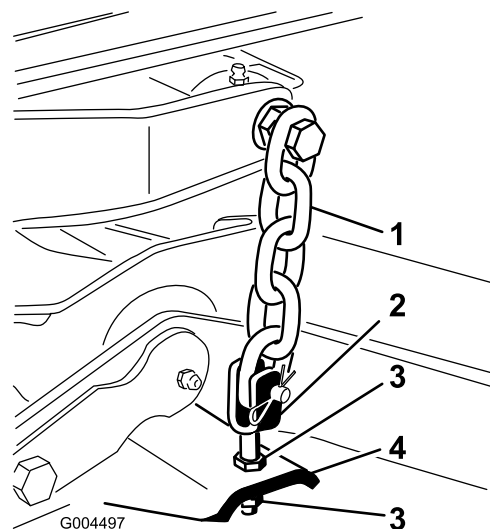

Figure 65
7. Ajustez les écrous de blocage qui fixent les chapes/chaînes au plateau de coupe arrière pour élever l'arrière du plateau de coupe de sorte à obtenir une inclinaison de la lame de 8 mm (Figure 65).